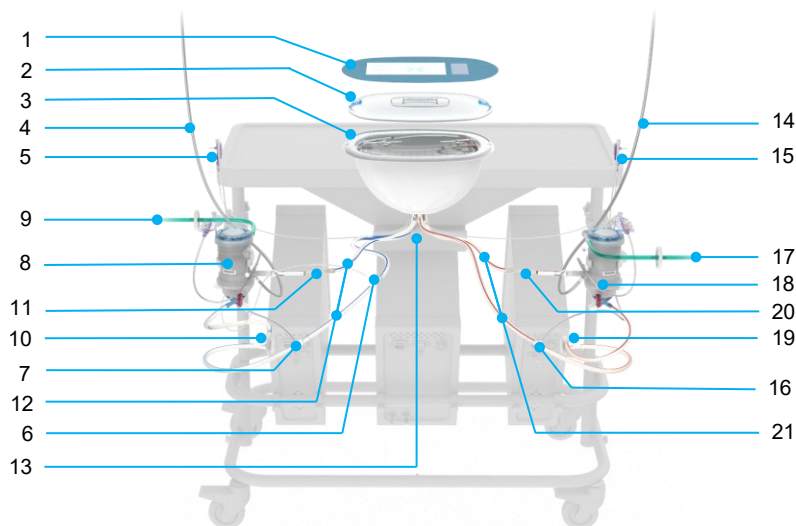

Figura 9 Liver Assist Perfusion Set
Sul trolley è montato un piano d'appoggio, per creare una superficie di lavoro. Sul piano di lavoro è presente il vano per il serbatoio del fegato; una cavità dove è possibile posizionare il serbatoio del fegato del set di perfusione monouso (Figura 9, voce 3). Le proprietà di isolamento termico del piano d'appoggio consentono di mantenere la temperatura di perfusione nel reservoir del fegato. La copertura termica presente sotto il piano d'appoggio protegge i tubi dall'aria calda emessa dall'unità termica. Sui due lati del piano d'appoggio è presente un supporto per il trasduttore di pressione dove posizionare i trasduttori di pressione monouso alla stessa altezza del fegato; i supporti per i trasduttori di pressione sono dotati di staffe che impediscono di spostare accidentalmente la valvola del trasduttore di pressione. Su ogni lato del trolley è presente un supporto per l'ossigenatore dove posizionare i due ossigenatori del set di perfusione. Inoltre, i supporti sono dotati di un morsetto per la rampa per il campionamento.
I Liver Assist Perfusion Set sono materiali esclusivamente monouso e sono concepiti per contenere sia il fegato che la soluzione di perfusione durante la perfusione (Figura 9). I set sono sterili e confezionati in un vassoio di polietilene sigillato con un foglio di Tyvek.
- Collegare i sensori di flusso ai tubi di silicone (Figura 9, voce 11 e 20) situati vicino al lato arterioso degli ossigenatori dei due circuiti PV e HA.